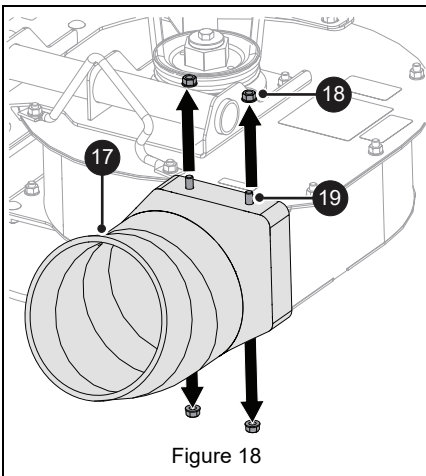

Figure 18
1. Monter l'adaptateur de tuyau (élément 17) et le fixer avec quatre boulons à tête ronde à collet carré 5/16" x 1" (élément 19) et quatre écrous à embase à blocage supérieur (élément 18). Les boulons sont posés de l'intérieur avec les écrous à l'extérieur. Voir Figure 18.